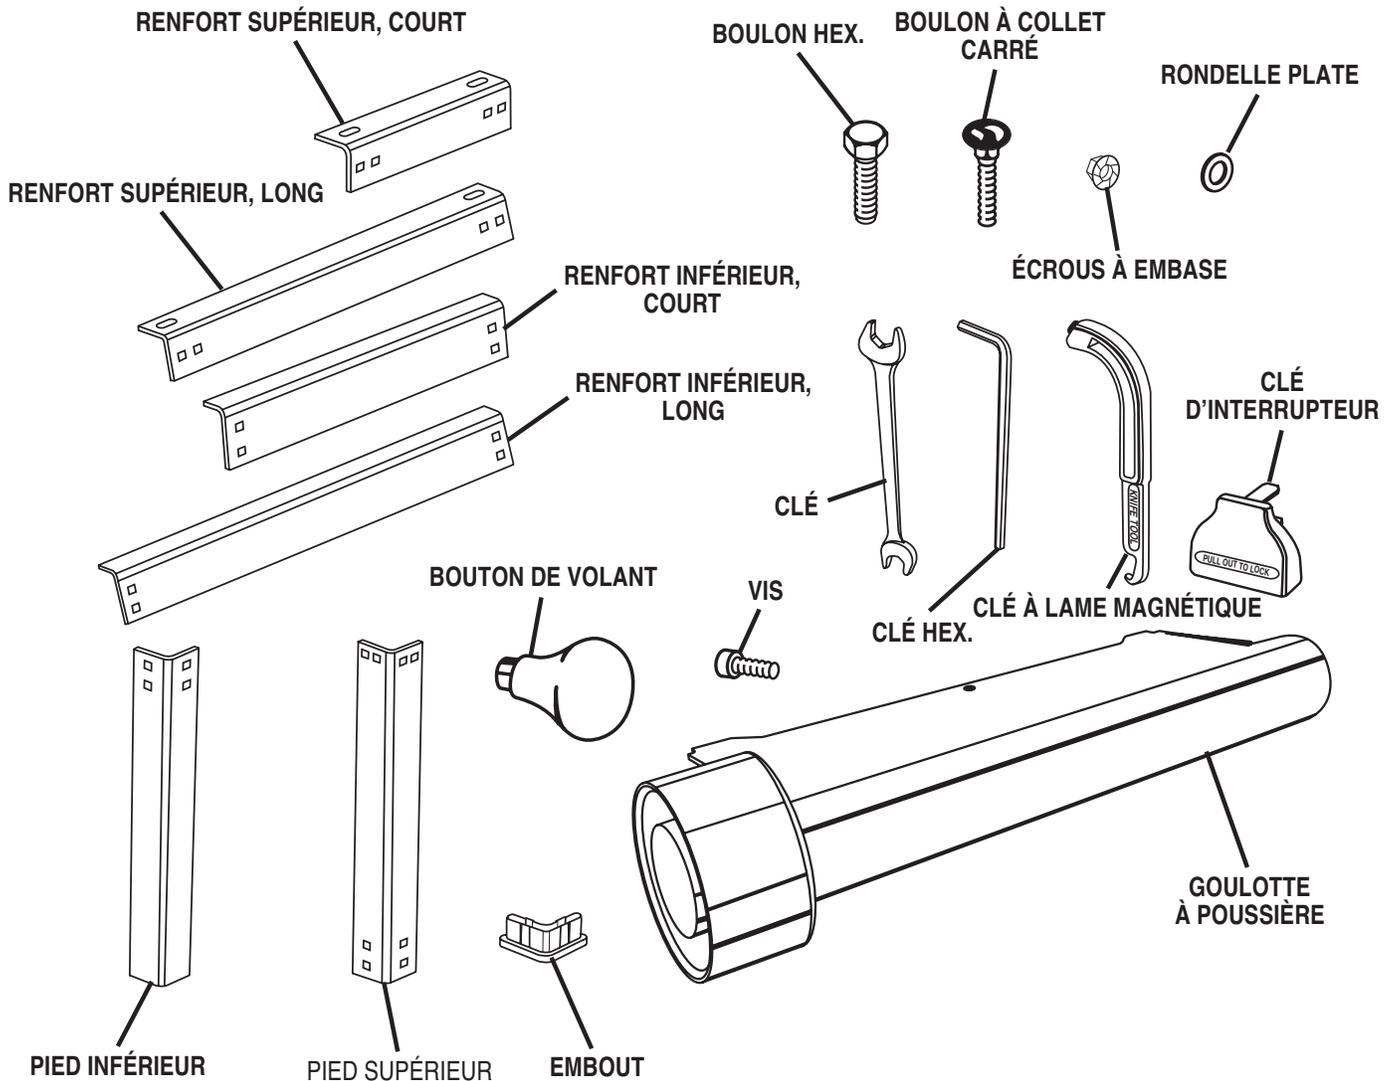

Fig. 4
- Retirez toutes les pièces détachées du cartonnage. Séparez-les et vérifiez-les d'après la liste des pièces détachées. *Voir figure 4.*